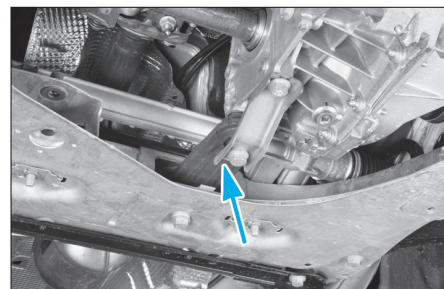

FIG. 5
- le tirant antibasculement (Fig.5).